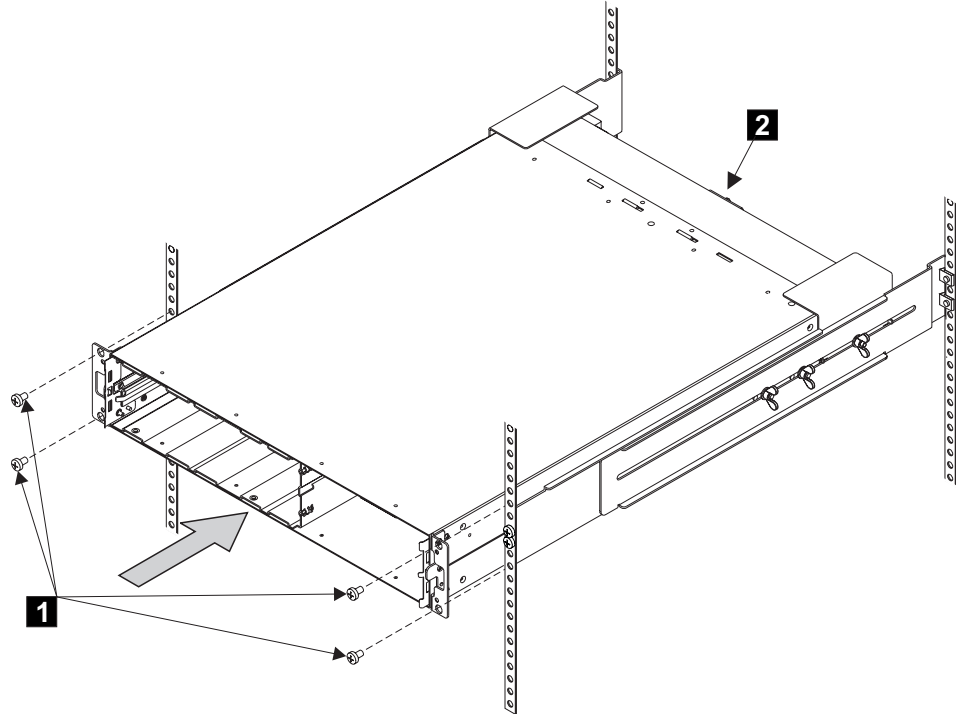

図 211. 2145 UPS のラックへの再取り付け
5. 正面の平頭ねじ **1** を取り付けます (543 ページの図 211 を参照)。